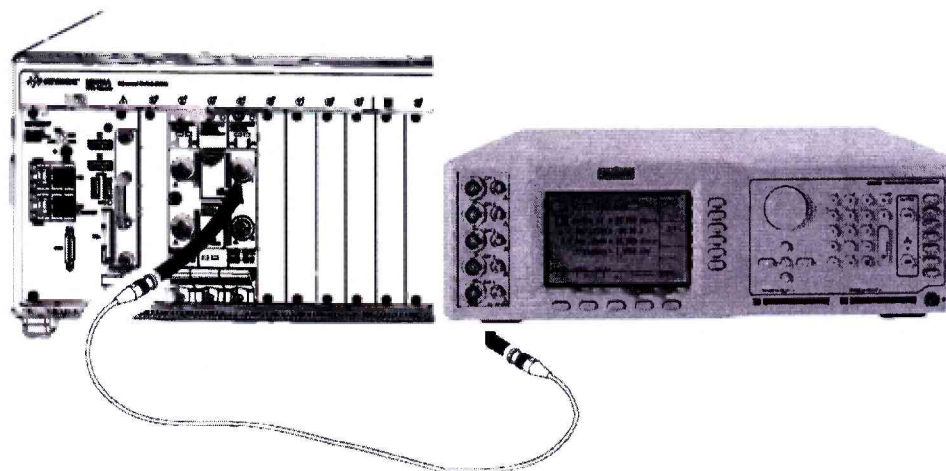

Рисунок 3
1. Собрать схему поверки, приведенную на рис. 3.